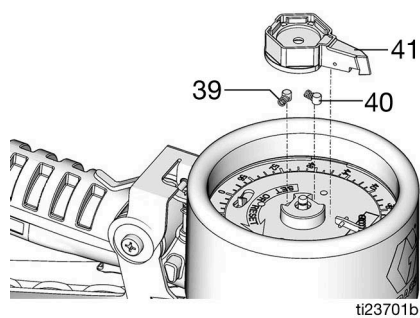

FIG. 34
4. Instale el puntero de la aguja (41), los muelles (39) y las clavijas (40) (FIG. 34).